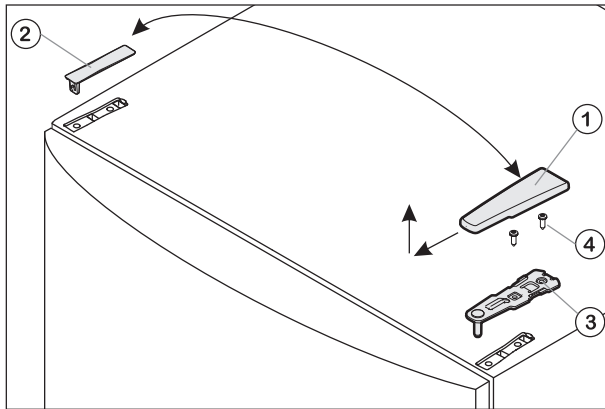
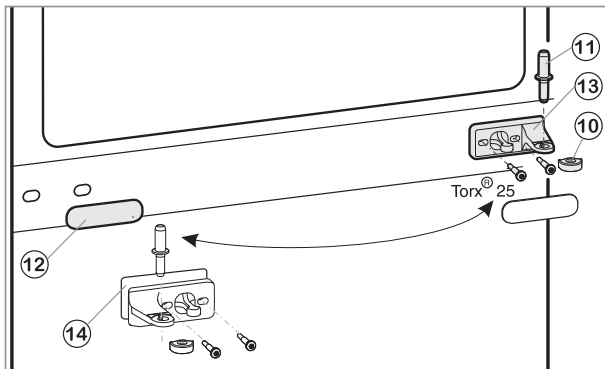

Рис. 1
Рис. 2
- Потяните крышку Рис. 1(1) вперед и вверх.
- Поднимите крышку Рис. 1(2).
- Отвинтите верхнюю дверную петлю (Рис. 1(3)) (при помощи Torx ® 25) и снимите ее (Рис. 1(4)).
- Вытащите средний штифт Рис. 2(11) из дверной петли и опустите дверь.
- Снимите пластиковую крышку Рис. 2(10).
- Отвинтите верхнюю дверную петлю Рис. 2(13) (при помощи Torx ® 25) и снимите ее (Рис. 1(4)).
- Осторожно снимите прикрывающую панель Рис. 2(12).
- Поверните среднюю дверную петлю Рис. 2(13) вместе с шайбой Рис. 2(14) на 180° и прочно (с крутящим моментом 4 Нм) привинтите ее на новой стороне петли.
- Поверните прикрывающую панель Рис. 2(12) на 180° и снова защелкните ее на месте со стороны нового расположения ручки.
- Установите пластиковую крышку Рис. 2(10) на среднюю дверную петлю Рис. 2(13).
- Через среднюю дверную петлю Рис. 2(13) вставьте средний опорный штифт Рис. 2(11) в нижнюю дверь на новой стороне петли.
- Установите верхнюю дверь на средний опорный штифт Рис. 2(11).
- Вставьте верхнюю дверную петлю Рис. 1(3) в дверь с новой стороны расположения петли.
- Надежно (с крутящим моментом 4 Нм) привинтите верхнюю дверную петлю (при помощи двух Torx ® 25) на месте установки Рис. 1(4). Возможно, придется предварительно проделать отверстия при помощи шила или воспользоваться аккумуляторным шуруповертом.
- С внешней стороны приложите крышку Рис. 1(1) и крышку Рис. 1(2) к местам их установки на противоположной стороне и защелкните их на месте.
- При необходимости выровняйте положение дверей относительно корпуса устройства при помощи овальных отверстий в нижней и средней дверных петлях Рис. 2(13). Для выполнения этой операции отвинтите средний винт в нижней дверной петле.